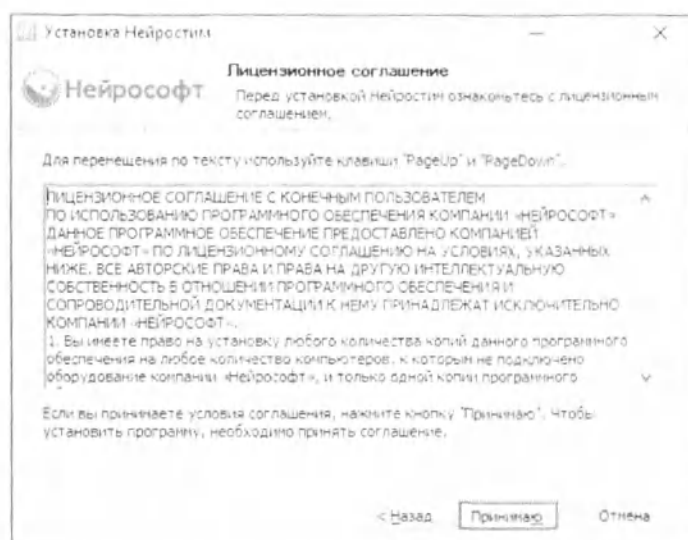

Рис. 3.32. Главное окно ПО «Нейростим»
- Установка Лицензии на использование программы для ЭВМ «Нейростим» происходит в процессе установки ПО (рис. 3.32).